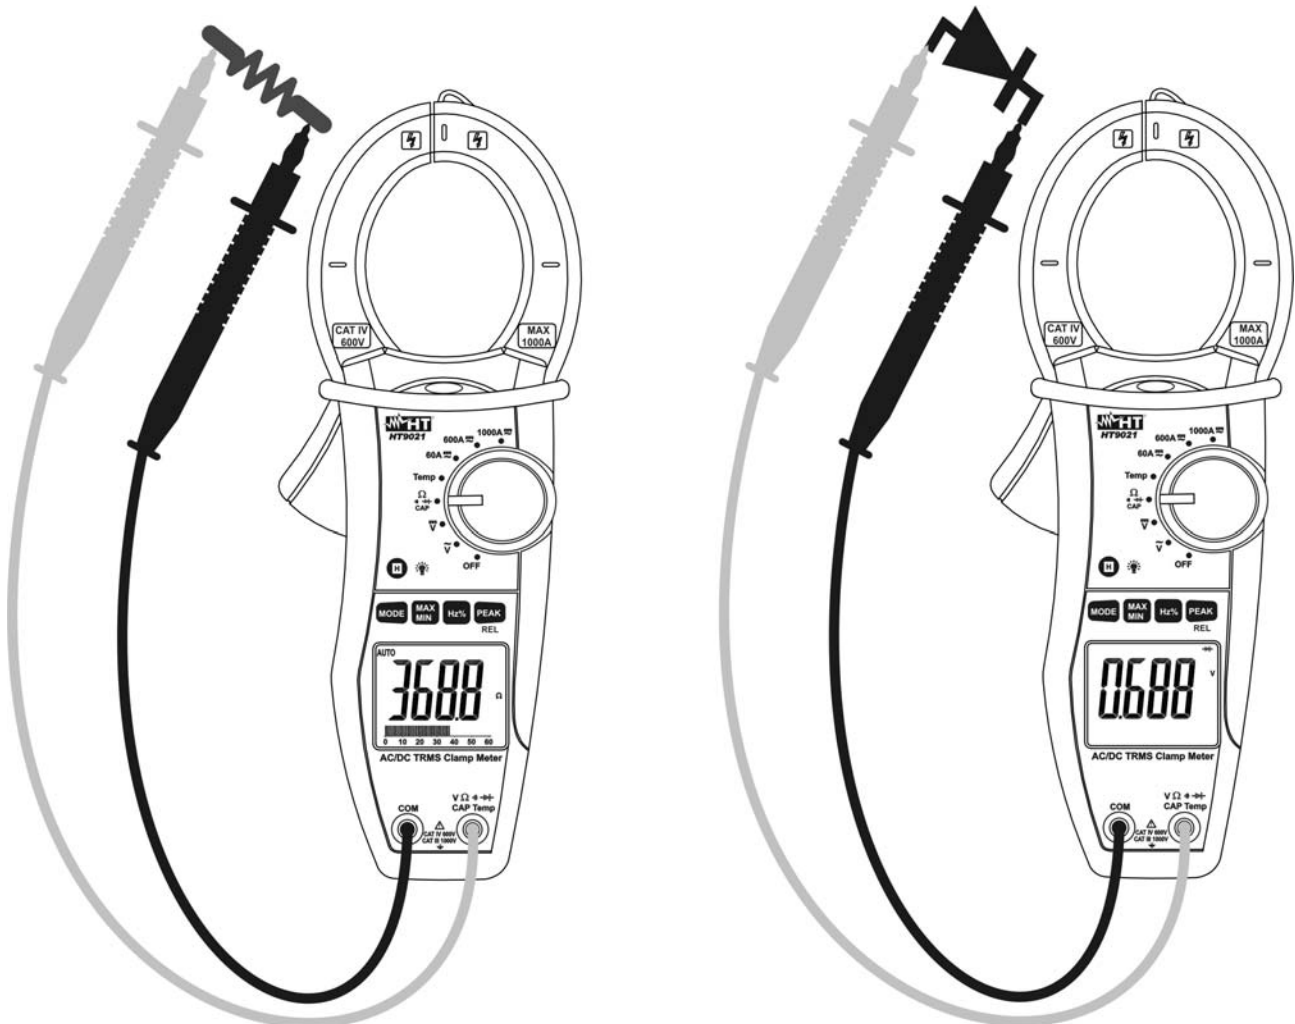

Abb. 5: Durchgangsprüfung und Diodentest
3. Verbinden Sie die Meßleitungen mit den Eingangsbuchsen. Die rote Meßleitungsbuchse mit der **V $\Omega$   $\rightarrow$   $\rightarrow$  CAP Temp** Eingangsbuchse, die schwarze Meßleitungsbuchse mit der **COM** Eingangsbuchse, und verbinden Sie die Meßspitzen mit dem Messkreis (Abb.5 linke Seite). Der Meßwert wird angezeigt.
6. Verbinden Sie die rote Meßspitze mit der Anode der Diode und die schwarze Meßspitze mit der Katode der Diode. (Abb.5 rechte Seite). Der entsprechende Grenzwert der P-N Abzweigung wird im Display angezeigt. Der Bargraph ist deaktiviert in der Funktion Kapazitätsmessung